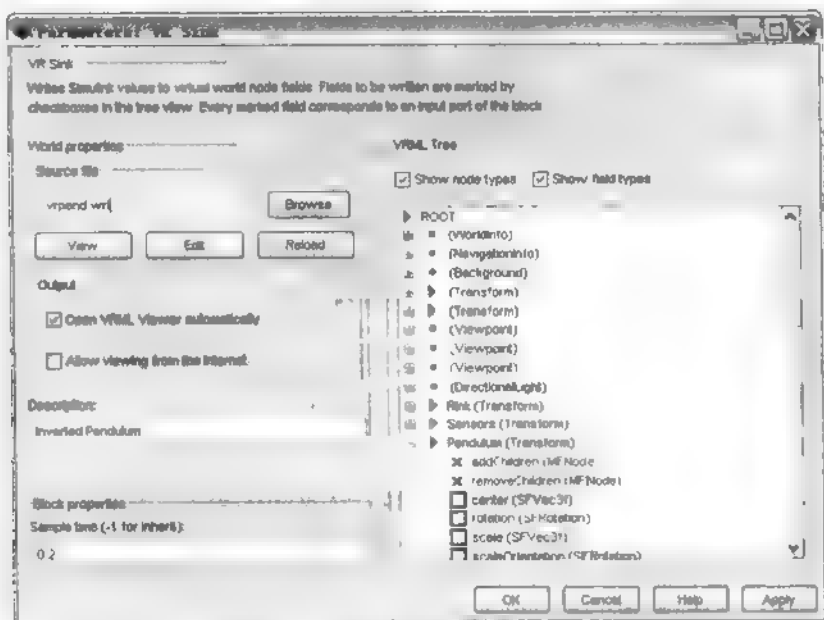

图 18.10 Parameters VR Sink 参数对话框
(4) 在 vrpend 模型的 Virtual Reality Toolbox 窗口中，选择 Simulation | Block Parameters 命令，就会弹出 Parameters:VR Sink 对话框，如图 18.10 所示。